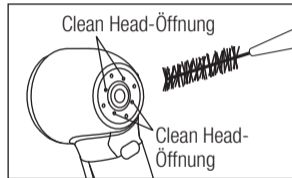

Abb. 5
- 2) Entfernen Sie mit dem Reinigungsdraht und der Bürste (als Zubehör zum Handstück mitgeliefert) Schmutz und Ablagerungen aus den Clean Head-Öffnungen (Abb. 5).